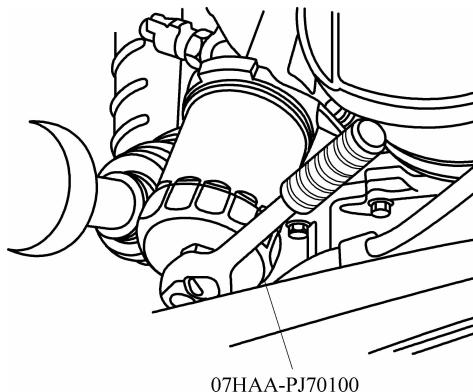

图 3-8 拆除机油滤清器
(1) 用机油滤清器扳手,拆除机油滤清器,如图 3-8 所示。